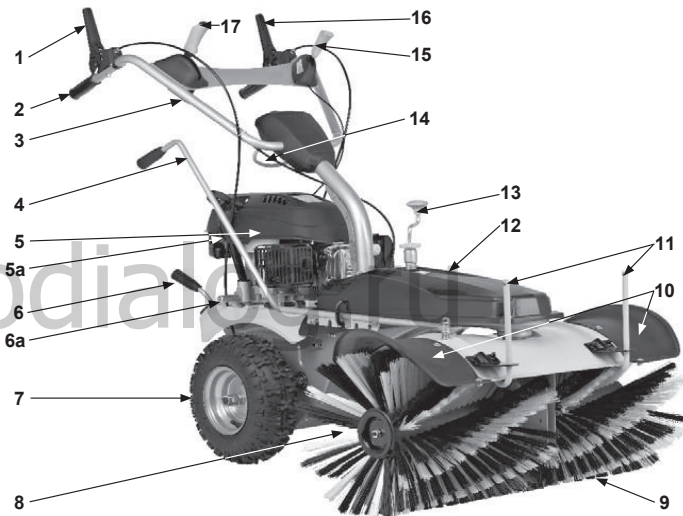

Рис. 1
**Устройство машины (Рис. 1).**